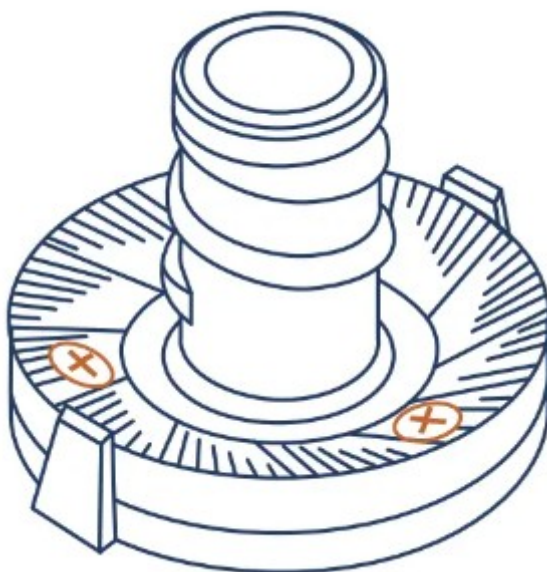

Рисунок 6
11.5.2.7 К шнеку прикреплен ротационный бор. Чтобы удалить вращающийся жернова, сначала отверткой с крестообразным шлицем открутите три винта, которые удерживают его на месте. Если в этих винтах есть молотый кофе, который мешает их извлечению, очистите молотый кофе небольшой щеткой, прежде чем пытаться выкрутить винты. (Рисунок 6 и 7)